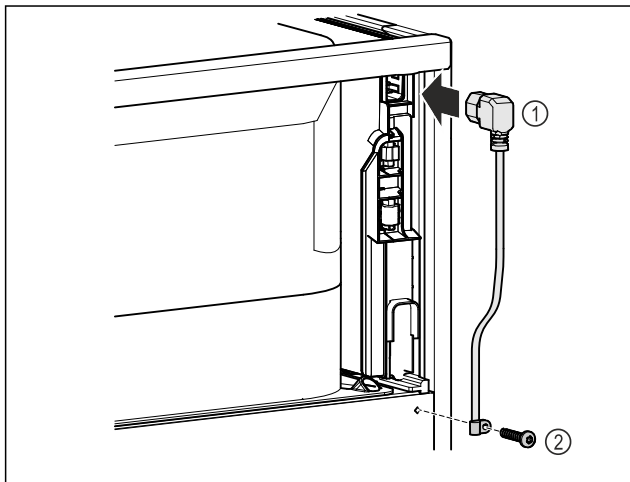

Fig. 8
- ▶ Ievietojiet tīkla pieslēguma vada vājstrāvas ierīces ligzdu Fig. 8 (1) ierīces aizmugurē.
- ▶ Uzstādiet nostiepuma atslēgošanas palīgierīci. Fig. 8 (2)